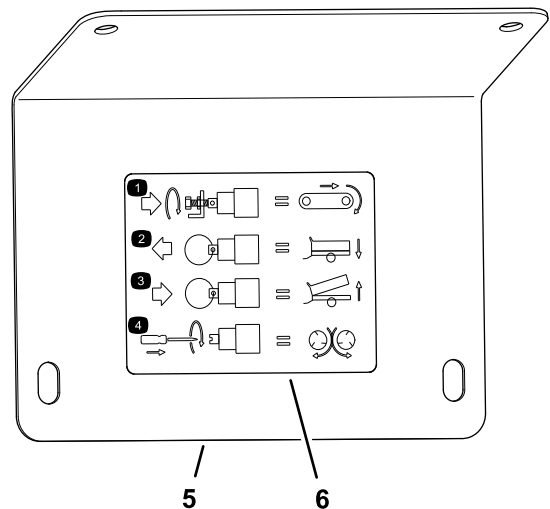

Figure 30
**Remarque:** Voir l'autocollant sur le capot de protection (Figure 30).